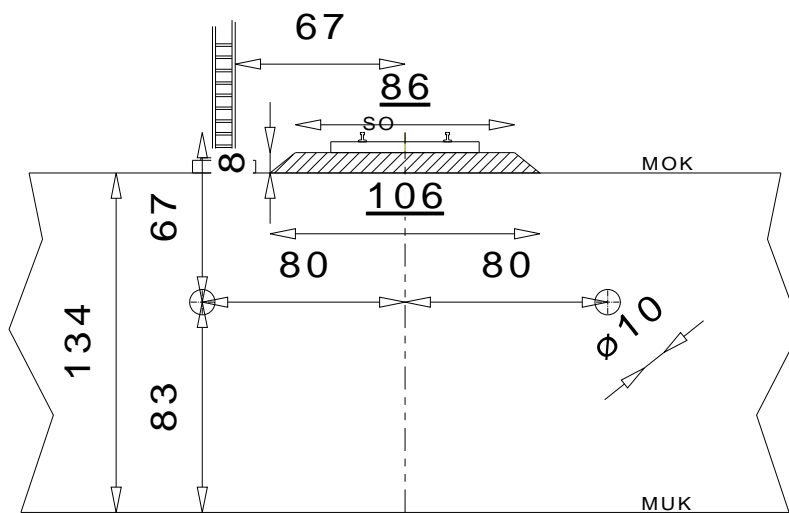

Abb.2: O-Profil
2. O-Profil für Heranführung des Gleises inklusive Oberbau an den Modulkopf (Abb. 2)